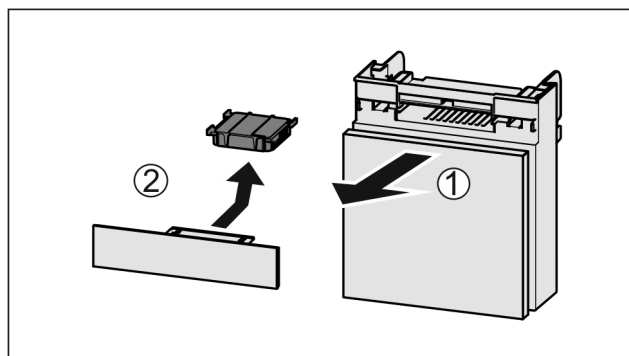

Fig. 36
- Extraire le compartiment par l'avant Fig. 36 (1).
- Sortir le filtre à charbon actif Fig. 36 (2).